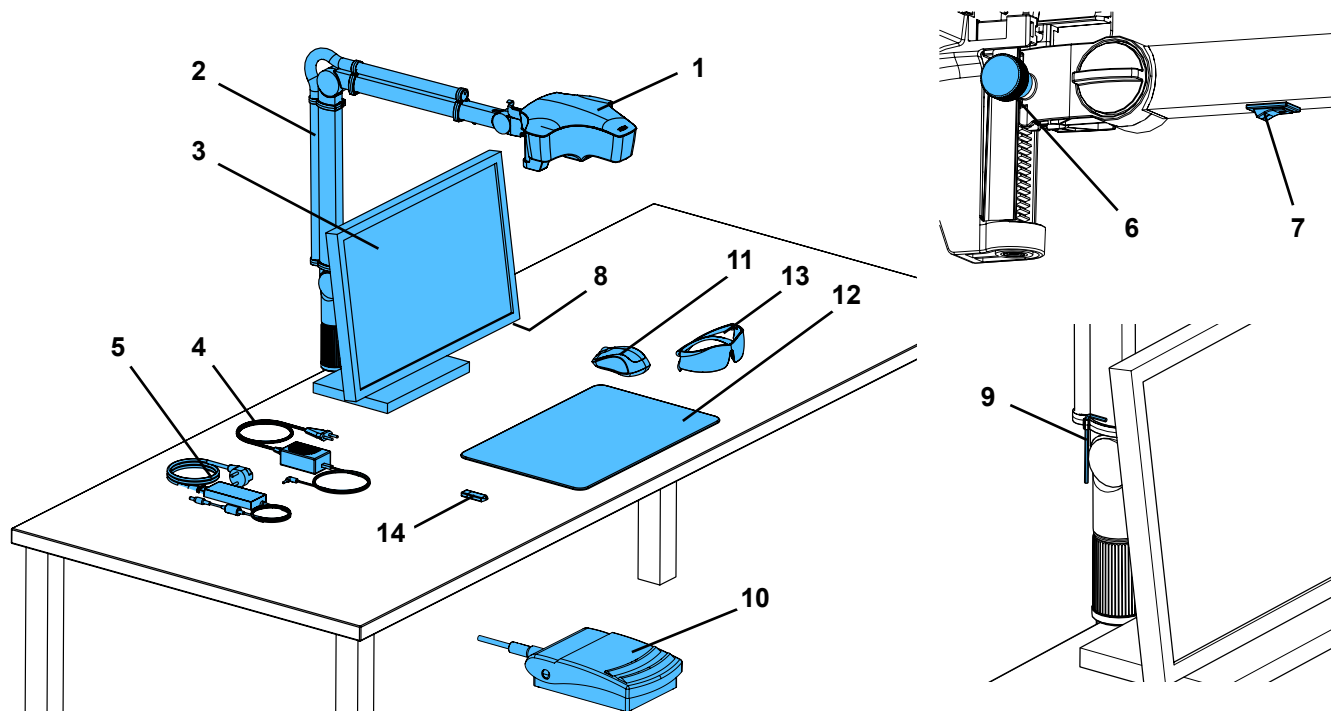

Fig. 1
- ⇒ Poser le sous-main (12, Fig. 1) sur le plan de travail.
- ⇒ Poser la souris (11, Fig. 1) à côté du sous-main.
- ⇒ Poser la pédale (10, Fig. 1) sous la table et insérer le câble de la pédale dans la pédale.
- Vis de fixation de la tête (31).
- Vis de serrage médiane (32).
- Vis de serrage du pied (33).
- Vis de serrage (34) avec outil joint (9, Fig. 1).
- Vis de serrage (35) avec outil joint (9, Fig. 1).